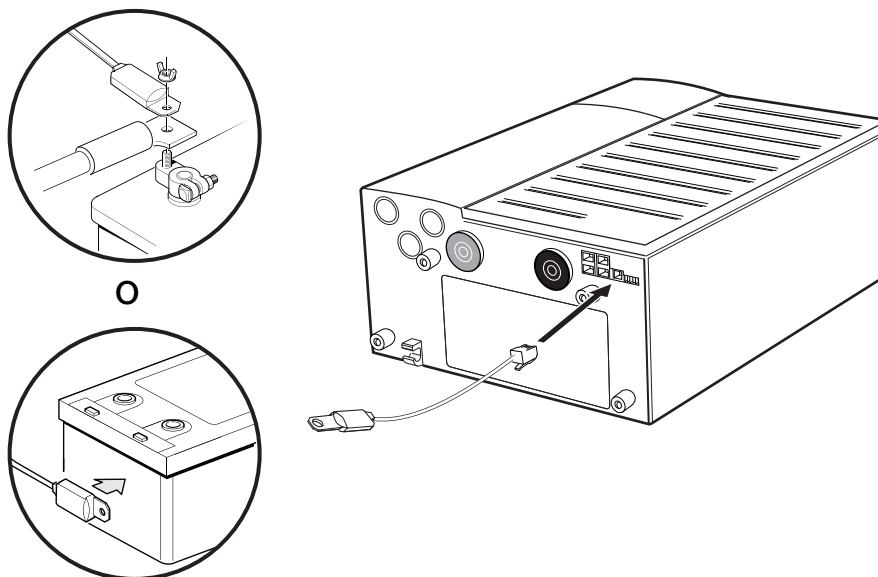

Figura 3-6 Instalación del Sensor de temperatura de la batería
2. Enrute el cable BTS a la caja de la batería, y luego conecte el BTS mediante uno de los siguientes métodos (como se muestra en la Figura 3-6 en las páginas 3–12).